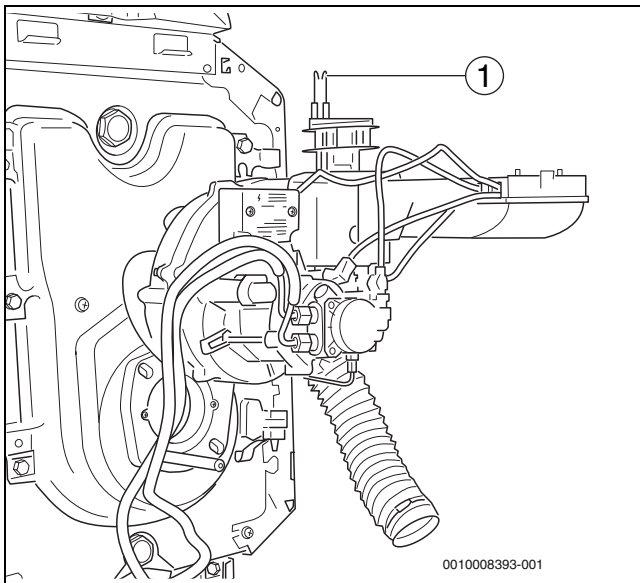

Bild 34 Brenner in Serviceposition aufstecken
- ▶ Brenner in Serviceposition (→Bild 34) aufstecken.